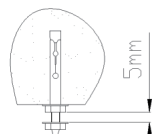

图2
4. 如图2，根据记好的孔位，用冲击钻打出4个φ10×80mm的孔，将膨胀螺丝打入天花板，并用扳手拧紧螺丝。然后将下端的螺母松出使垫片与螺母的距离为5mm左右，并将另一侧2个膨胀螺丝螺母及垫片都取下。